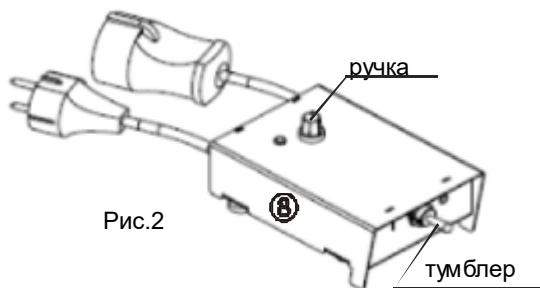

Рис.2
5.1.8 Подключить вилку сетевого шнура **МВ** к розетке **БРМ**, рис.2, затем вилку **БРМ** к сетевой розетке ~ 220В 50Гц.